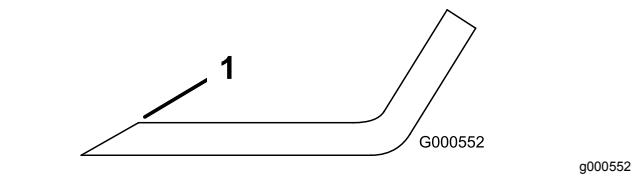

Figure 65
**Remarque:** Si la lame est déséquilibrée, limez un peu l'extrémité de l'ailette seulement (Figure 65).